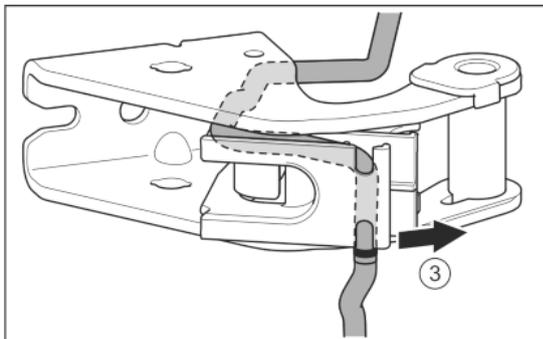

Fig. 26
- ▶ Kabel aus der Führung lösen. Fig. 26 (3)